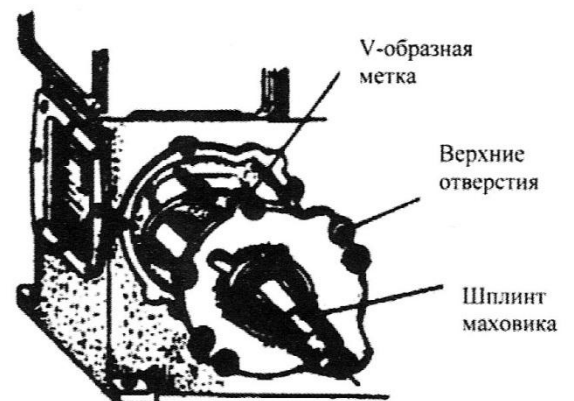

Рис. 27 Демонтаж коленчатого вала
- (1) Снимите распределительную шестерню коленчатого вала с конца корпуса распределительного механизма,
- (2) Снимите статор динамо-машины.
- (3) Отверните все болты на корпусе коренного подшипника.
- (4) Поверните коленчатый вал таким образом, чтобы противовес на коленчатом вале расположился по пазу в блоке цилиндров. Другими словами, шплинт на конусе коленчатого вала должен расположиться на U-образной метке на корпусе коренного подшипника.
- (5) Извлеките корпус коренного подшипника и коленчатый вал из блока цилиндров, одновременно вворачивая два болта (M8 x 35) в винтовые отверстия на корпусе, как показано на рис. 27.